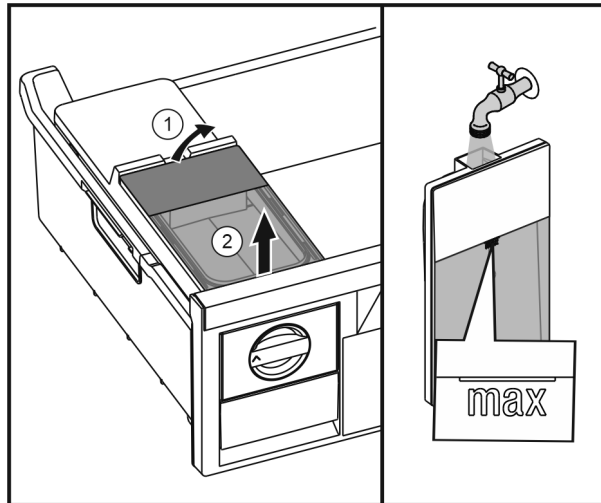

Fig. 43
- ▶ Підняти бак для води ззаду Fig. 43 (1) та вийняти вгору Fig. 43 (2).